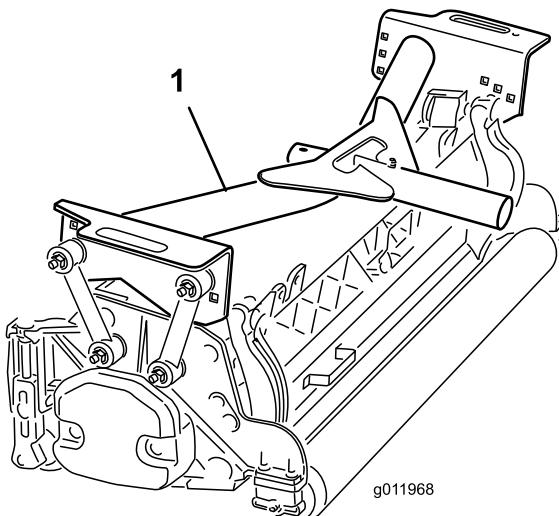

Рисунок 16
- Поместите переднюю несущую раму (Рисунок 16) на каждый из передних режущих блоков.